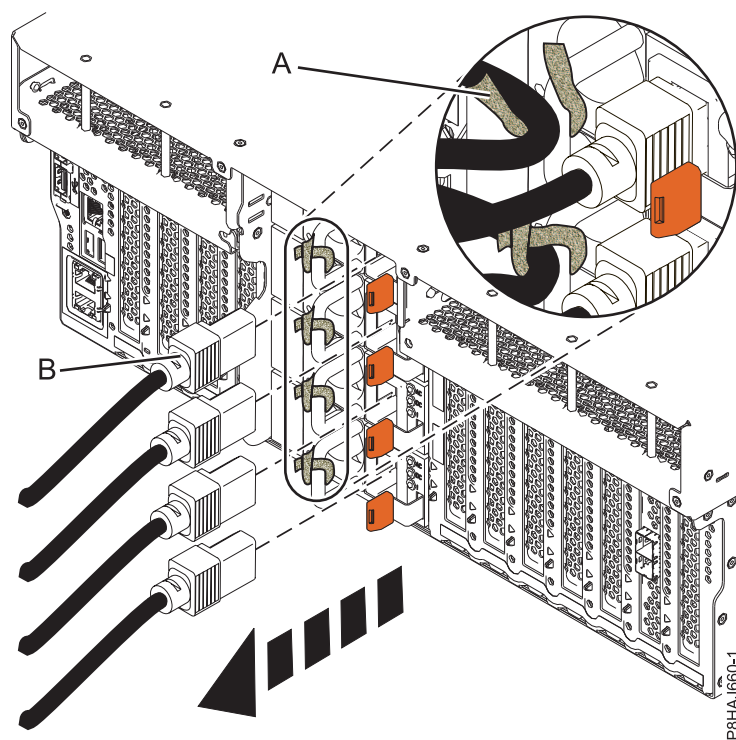
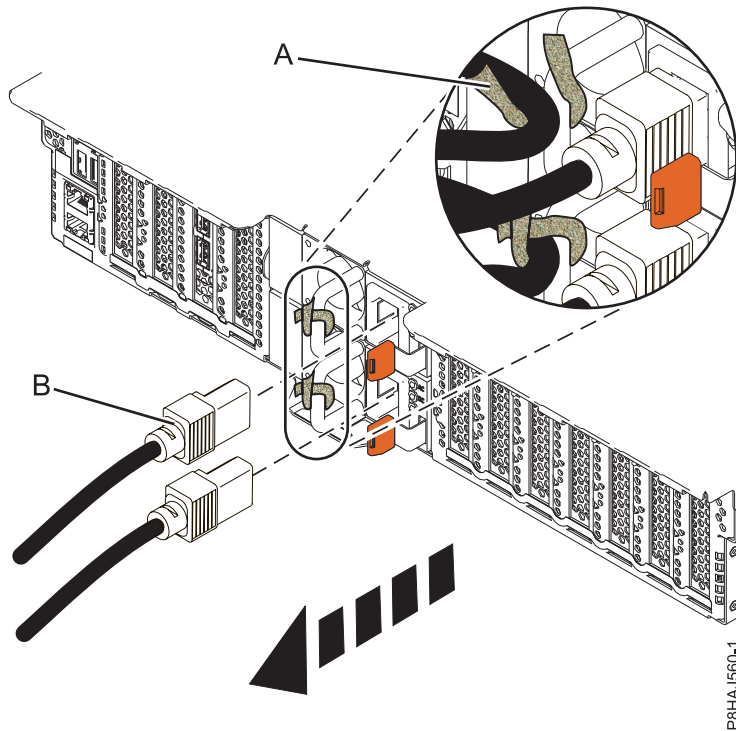
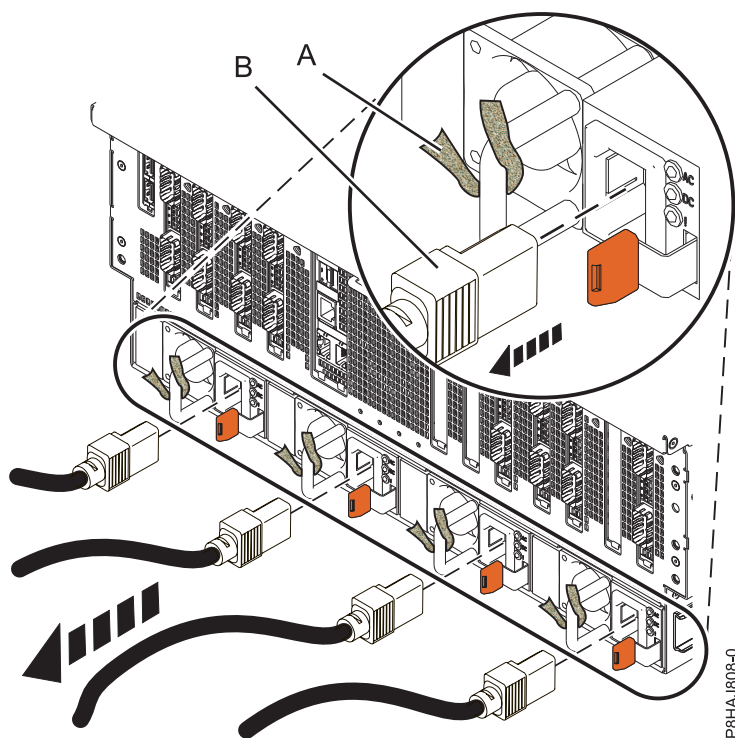

Figura 18. Extracció dels cables d'alimentació d'un sistema 8247-42L, 8286-41A o 8286-42A
Figura 19. Extracció dels cables d'alimentació d'un sistema 5148-21L, 5148-22L, 8247-21L, 8247-22L, 8284-21A, o 8284-22A
Figura 20. Extracció dels cables d'alimentació d'un sistema 8408-44E o 8408-E8E
3. Desconnecteu els cables d'alimentació (**B**) de la unitat del sistema. Consulteu Figura 18 a la pàgina 45, Figura 19 a la pàgina 45 o Figura 20 a la pàgina 46 depenent del tipus de sistema que tingueu.